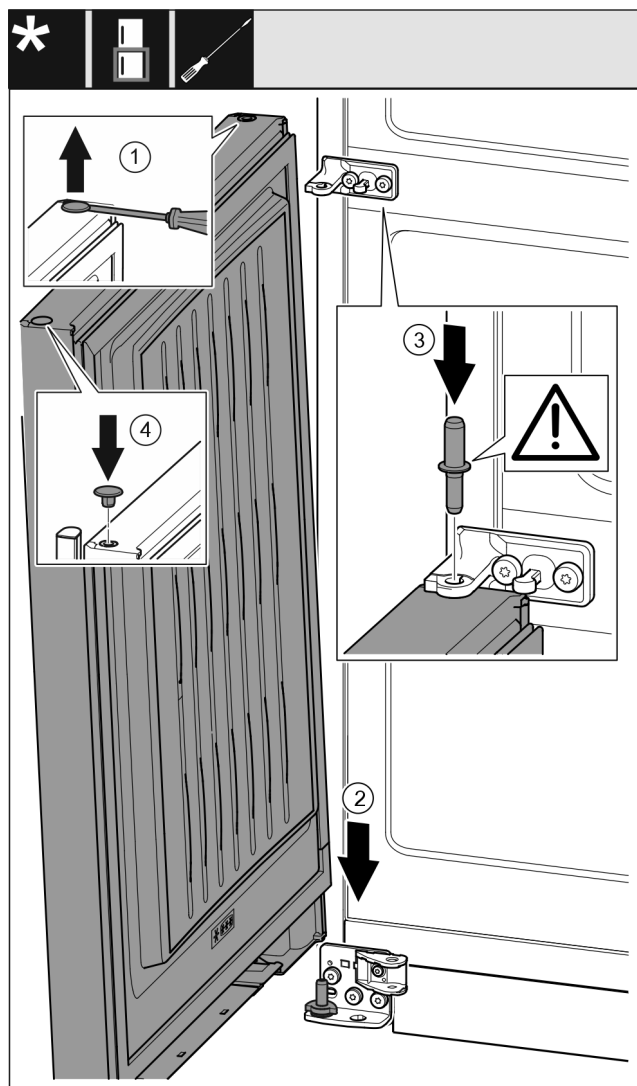

Fig. 55
- Zátku Fig. 55 (1) opatrně nadzvedněte plochým šroubovákem a vytáhněte.
- Dveře Fig. 55 (2) nasadíte shora na dolní ložiskový čep.
- Prostřední ložiskový čep Fig. 55 (3) vložte do dolních dveří přes prostřední stojan ložiska. Přitom dávejte pozor, aby zajišťovací vačka směřovala dozadu.
- Zátku Fig. 55 (4) opět vložte na druhé straně dveří.